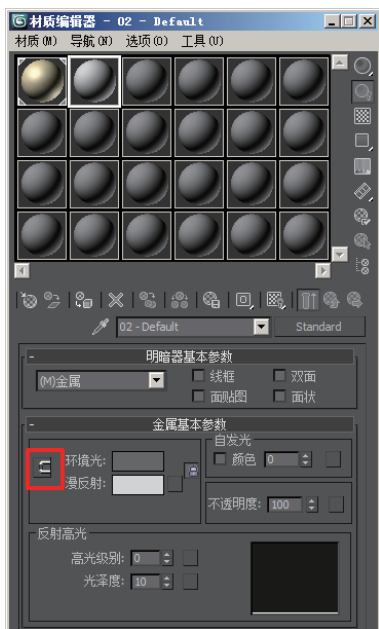

图2-43 关闭关联按钮
(2) 在“金属基本参数”卷展栏下，关闭环境光和漫反射的关联按钮，如图2-43所示。